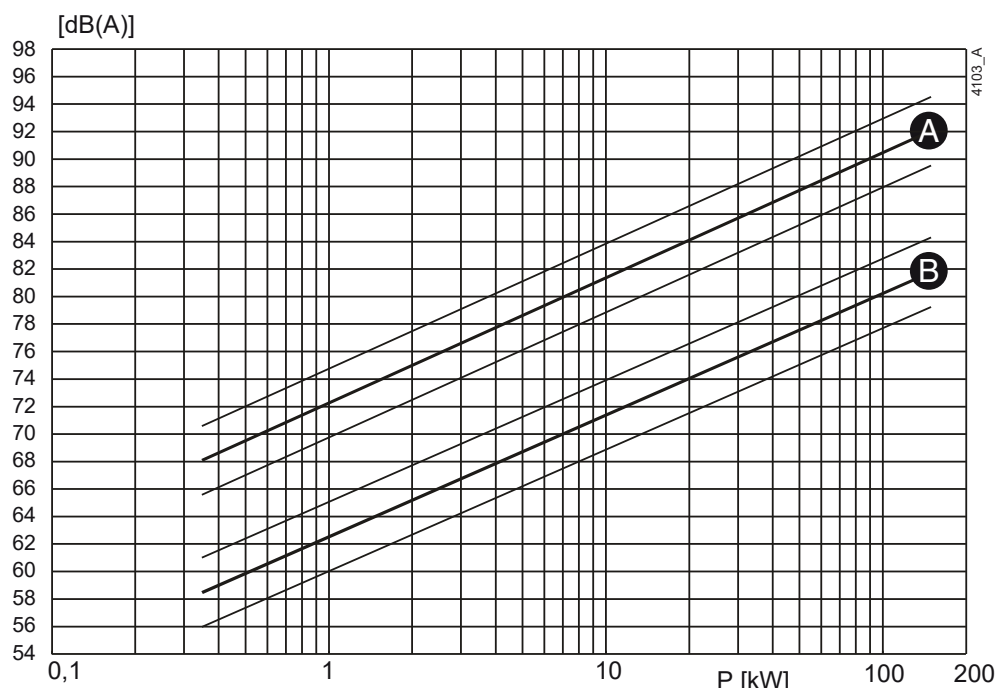
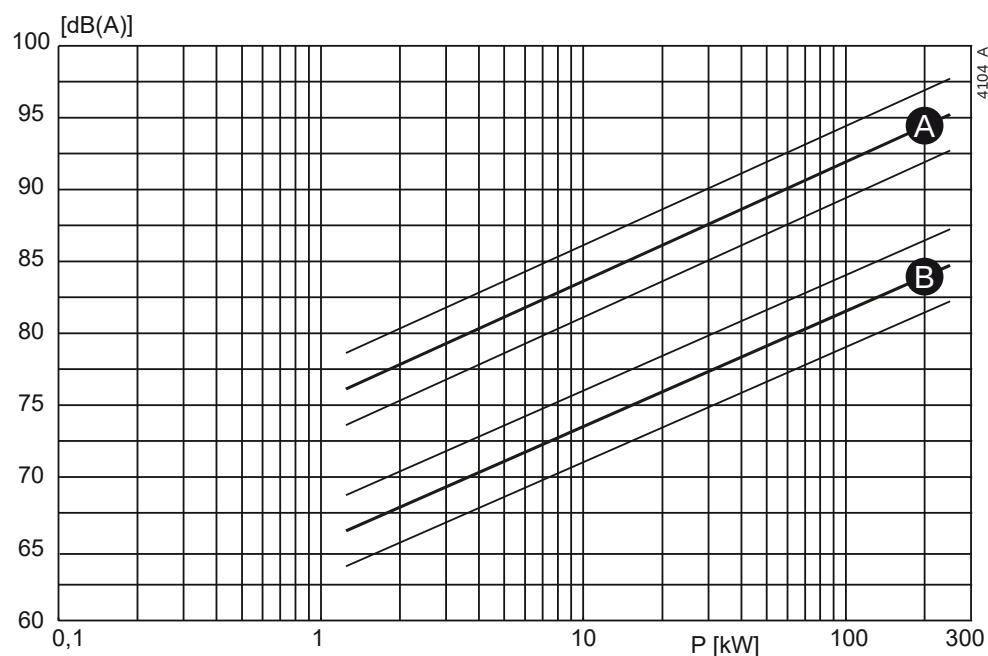

Figure 31: Niveau sonore en fonction de la puissance de la pompe [kW] à 1450 min^{-1} .
Figure 32: Niveau sonore en fonction de la puissance de la pompe [kW] à 2900 min^{-1} .
- 1 Déterminez le niveau sonore (L_1) de la pompe, voir figure 31 ou figure 32.